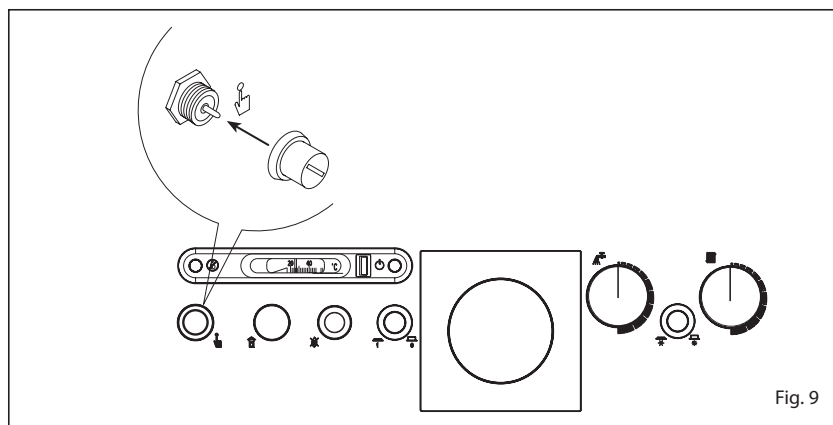

Fig. 9
3.2.3 Sikkerhedstermostat (fig. 9)